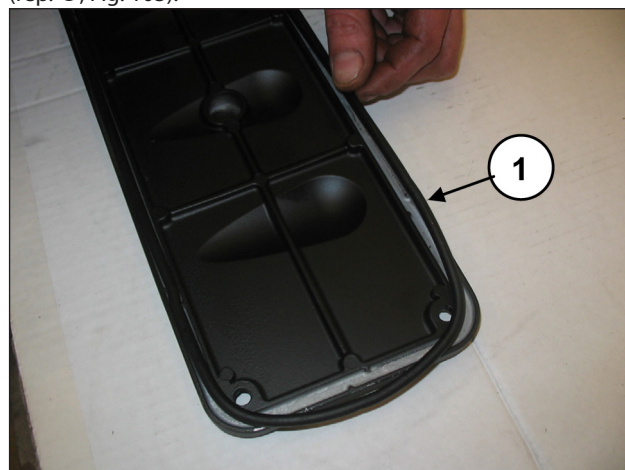
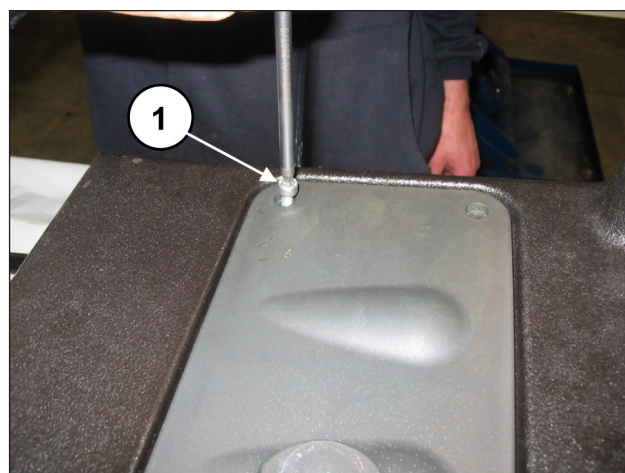

Fig. 102
Fig. 103
Poser le joint torique (rep. ①, Fig. 102) sur les deux couvercles d'inspection et monter les couvercles à l'aide de 4+4 vis M6x14 (rep. ①, Fig. 103).